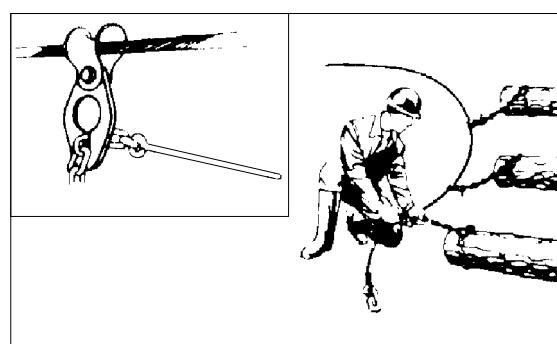

Fig. 24. Bruk en nøkkelhullstrinse til å vinsje flere stokker samtidig.
- Flere tømmerstokker kan hektes opp og vinsjet samtidig, ved hjelp av nøkkelhullstrinse på kabelen. Skreningskjedet bør ha en pin i enden, som gjør det enklere å passere under treeet. Se fig. 24.